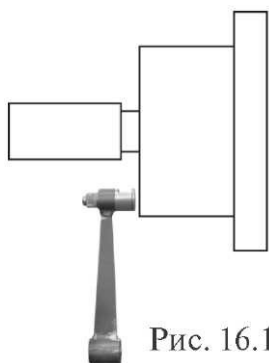

Рис. 16.1
20.1.1. Калибровка тракта измерения дистанции. Для оценки погрешности устройства ввода дистанции выдвиньте штангу ввода параметров и уприте внешнюю боковую сторону её рукоятки в задний торец фланца вала, как показано на рис. 16.1. При этом на экране ввода геометрических параметров (см. рис.10.2) появится величина дистанции. Если величина дистанции не равна  $117\pm 5$  мм, то устройство ввода дистанции требует калибровки.
Нажмите кнопку «MENU», в открывшемся окне MENU выберите пункт 7 «Далее», нажав кнопку 7 в верхнем ряду клавиатуры. Откроется вторая страница окна MENU (см. рис.16.1). Выберите пункт 3 «Тест», нажав кнопку 3 в верхнем ряду клавиатуры. Откроется окно ТЕСТ рис.21.1.